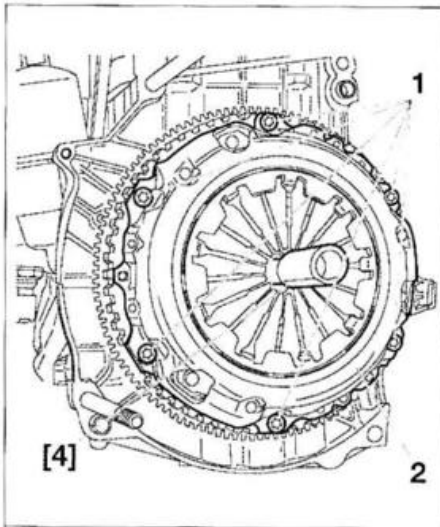

FIG. 2
- el disco de embrague (3)
- el mecanismo de embrague (2) (fig. 2)